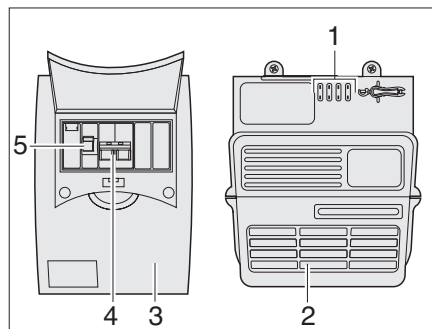

Bild 92 Netzgerät und Sicherungsautomat
Der 230-V-Sicherungskasten (Bild 92,3) ist neben dem Netzgerät (Bild 92,2) montiert.
Im Sicherungskasten (Bild 92) befindet sich die Hauptsicherung (Bild 92,4) und ein Fehlerstrom-Schutzschalter (Bild 92,5).
Der Fehlerstrom-Schutzschalter (Bild 92,5) misst den Stromfluss von der Strom Hin- und Rückleitung. Besteht zwischen beiden Leitungen ein Gleichgewicht, wird der Fehlerstrom-Schutzschalter nicht aktiv. Kommt es zu einer Differenz zwischen den Leitungen, unterbricht der Schalter den Stromfluss sofort. Dadurch verhindert er gefährliche Stromunfälle.
- Hauptsicherung (Bild 92,4) nach oben auf Stellung "ON" drücken.
- Fehlerstrom-Schutzschalter (Bild 92,5) nach oben auf Stellung "ON" drücken.